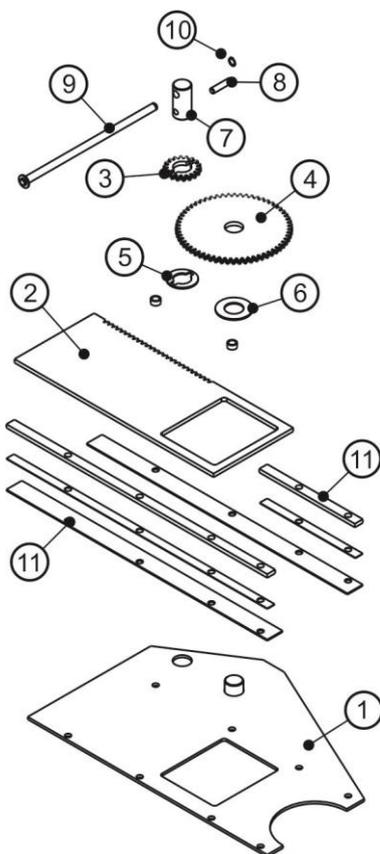

Рис. 19 Плоский затвор.
Плоский затвор (Рис. 19) с реечным механизмом открывания и закрывания состоит из: подкладной плиты (1), шибера (2) с окном и зубчатой рейкой, малой (3) и большой (4) шестерен, фигурной (5) и проставочной (6) шайб, оси (7), штифта (8), рукоятки (9) со стопорным кольцом А 20 ГОСТ 13942 (10), проставочных пластин (11).